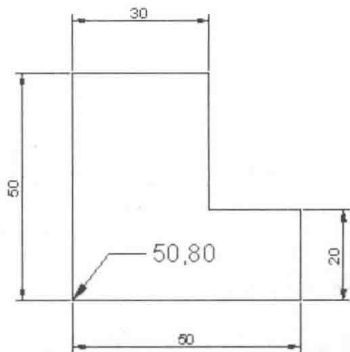

图 1-3 利用绝对直角坐标绘制的机轴面
step 02 利用绝对直角坐标绘制其他直线，完成机轴面的绘制，如图 1-3 所示。